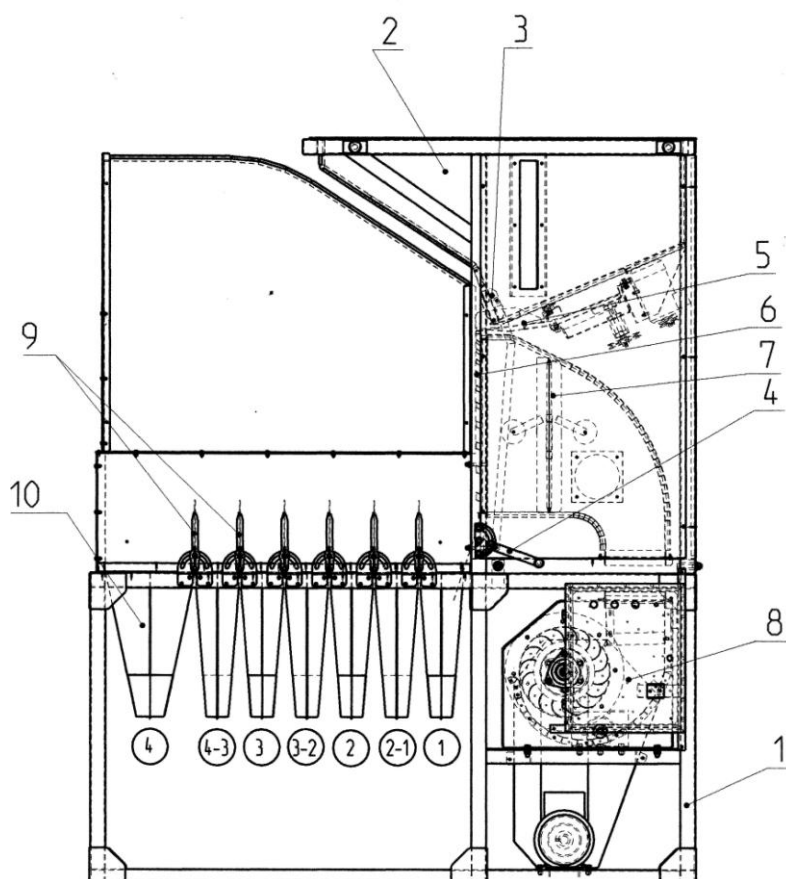
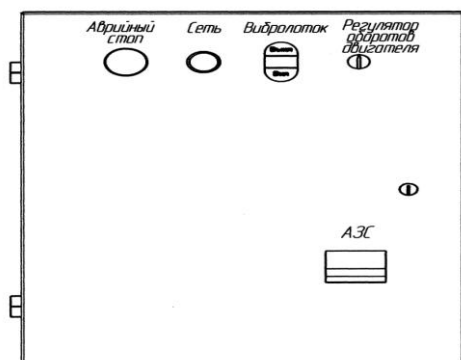
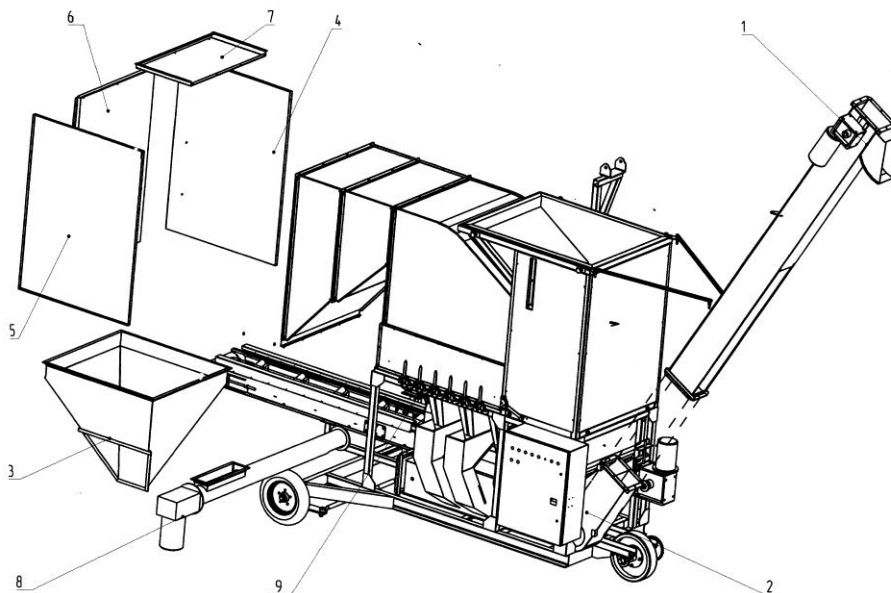

рис. 1
рис. 2
Рис.6
В состав машин типа МС-5, МС-10, МС-20, МС-30 (см. рис. 1) входят следующие основные части:
На лицевой панели щита управления машин типа МС-5, МС10, МС-20, МС30 (рис. 2) находится АЗС включения питания «СЕТЬ», кнопка аварийной остановки машины, световой индикатор включения сети, кнопка пуска и остановки вибрлотка со световым индикатором, а также регулятор оборотов вентилятора.
6.3. При необходимости производить очистку дросселя 7 (рис. 1) (при ухудшении качества выхода продукции из-за нехватки давления воздуха для сепарации). Для этого снять боковую часть облицовки, отвернуть флажки, фиксирующие крышку блока дросселя и вынуть блок. Отчистить его от пыли, легких примесей при помощи щетки либо сжатого воздуха, после чего установить обратно.
6.4.2. Подключить силовой кабель питания и заземление. Подать питание к электрическому шкафу управления. Включить АЗС «СЕТЬ» (рис.2). Повернуть ручку регулятора оборотов вентилятора по часовой стрелке. При этом вращение вентилятора 8 (рис.1) должно соответствовать стрелке указанной на корпусе вентилятора. Если вентилятор вращается в обратную сторону, необходимо поменять местами любые два провода фаз кабеля питания машины на контактной рейке, находящейся в нижней части монтажной плиты электрического шкафа управления.
6.4.4. Запуск машины в работу производить только при заполненном бункере не ниже середины контрольного окна бункера питателя 2 (рис.1), при этом рычаг регулировки производительности машины должен быть опущен до упора вниз в положение «закрыто», перекрыв подачу исходного материала. Положение рычагов управления заслонками 9 (рис.1) в момент пуска значения не имеет.
- Подать питание к электрическому шкафу управления (рис.2). Включить АЗС «СЕТЬ» на лицевой панели электрического шкафа управления (рис.2). При наличии напряжения в сети загорается световой индикатор «СЕТЬ».
- Включить кнопку «ВИБРОЛОТОК» (рис.2). При этом загорается световая индикация на кнопке и слышится характерный звук работающего вибротокка.
- Повернуть по часовой стрелке ручку регулятора оборотов вентилятора (рис. 2). При этом вентилятор плавно начинает вращаться. При увеличении угла поворота ручки обороты вентилятора увеличиваются, при уменьшении угла – уменьшаются. При повороте ручки до упора против часовой стрелки – вентилятор останавливается.
Аварийное отключение машины производится общим отключением, с помощью кнопки «Аварийный стоп» (см. рис.2).
- Закрепить выгрузной шнек отходов 8 (рис.6) к лотку сбора отходов (лоток №4 рис.1). Подключить электродвигатель шнека соответствующим электрическим кабелем.
- Собрать переднюю часть осадочной камеры, см. рис.6.
- Установить верхнюю часть отгрузчика готовой продукции 1 (рис.6), при этом протянуть по соответствующим шахтам цепь со скребками и соединить ее соединительным звеном, находящимся на одном из концов цепи. Подключить электродвигатель отгрузчика соответствующим электрическим кабелем.
- После заполнения бункера примерно на треть (по контрольному окну), можно подавать перерабатываемый материал в воздушную камеру поднимая вверх рычаг регулировки производительности машины 4 (рис.1).